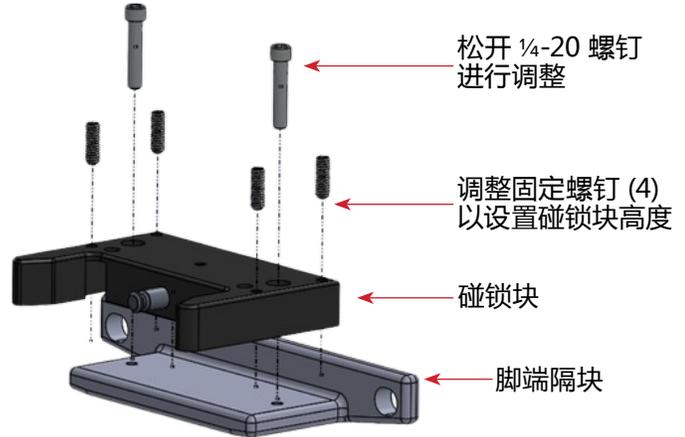

图 8
4. 首先调整现有 CT 上脚端碰锁安装块的高度,方法是松开锁紧螺钉 (2) $\frac{1}{4}$ -20 螺栓 (图 8)。